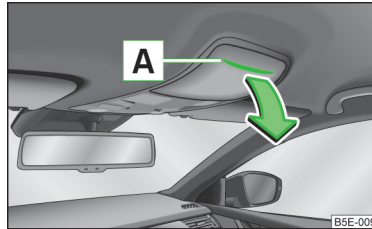

Abb. 68
- Auf den Deckel des Brillenfachs im Bereich **A** » Abb. 68 drücken.